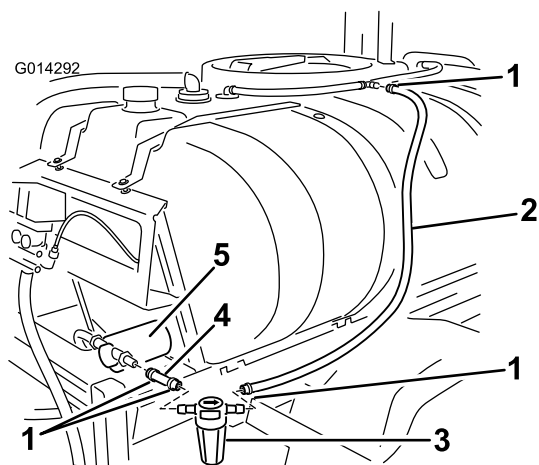

Bild 22
5. Befestigen Sie den Schlauch am offenen Ende des vorher befestigten T-Anschlussstücks (Bild 22).